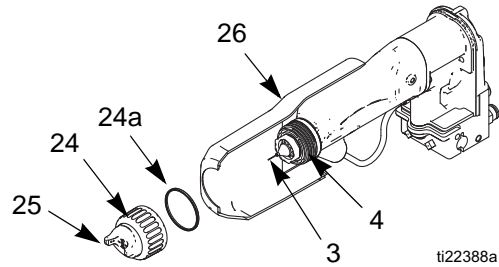

Fig. 12. Luftkappe und Materialdüse reinigen
2. Den Luftkappensatz (24, 25) und das Abdeckblech (26) entfernen. Siehe hierzu FIGURE 12.
3. Die Materialdüse (4) der Pistole mit einem mit Lösemittel angefeuchteten Tuch reinigen. Darauf achten, dass kein Lösemittel in die Luftpassagen gelangt. Die Pistole während des Reinigens möglichst nach unten richten.
4. Wenn sich in den Luftpassagen der Materialdüse (4) Farbe festgesetzt hat, die Pistole zur Wartung von der Leitung abschrauben. Für weitere Informationen zum Ausbau der Materialdüse zum Reinigen oder Austauschen siehe **Luftkappe/Düse ersetzen** auf Seite 28.
5. Die Luftkappe (25) mit der weichen Borstenbürste und dem Lösemittel reinigen oder die Luftkappe in geeignetes Lösemittel eintauchen und anschließend abwischen. Keine Metallwerkzeuge verwenden.
6. Die Abdeckhaube (26) auf die Pistole schieben.
7. Vorsichtig die Luftkappe (25) montieren. Darauf achten, dass die Elektrode (3) durch die mittlere Luftkappenöffnung eingeführt wird. Die Luftkappe in die gewünschte Position drehen.
8. Sicherstellen, dass die U-Dichtung (24a) richtig am Haltering (24) sitzt. Die Lippen müssen nach vorn gerichtet sein. Den Haltering festziehen, bis die Luftkappe sicher gehalten wird. Die Luftkappenhörner sollten nicht von Hand gedreht werden können.